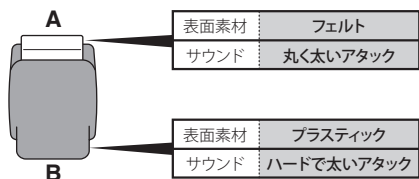

図1
スタンダードなフェルト (A) とハードなプラスチック (B) の 2 つの面をもつビーターです。お好みに合わせて使い分けてください (図 1)。